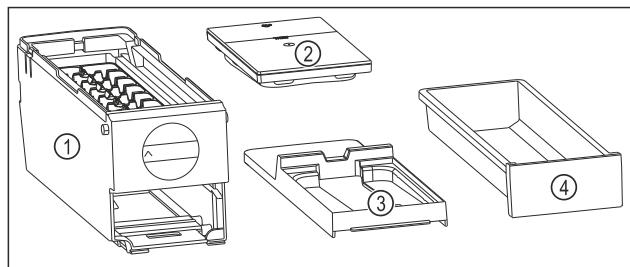

Fig. 85 Composants de l'EasyTwist-Ice
- L'EasyTwist-Ice est démonté en quatre parties. (voir Fig. 85)
- Ne démonter l'EasyTwist-Ice que de la manière illustrée. (voir Fig. 85)
- Nettoyer le corps de l'EasyTwist-Ice Fig. 85 (1) dans son ensemble.